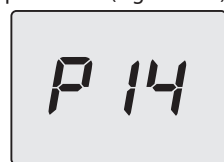

Figura 5.58
- Scorrere i vari parametri utilizzando i tasti 49 (indietro) o 51 (avanti) fino a far apparire sul display LCD le lettere **P14** che si alternano con il valore del parametro (Figura 5.58).